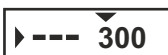

Abb. 6
- Drehen Sie den Controller und wählen Sie “---“ (neue Distanz) (**Abb. 6**).